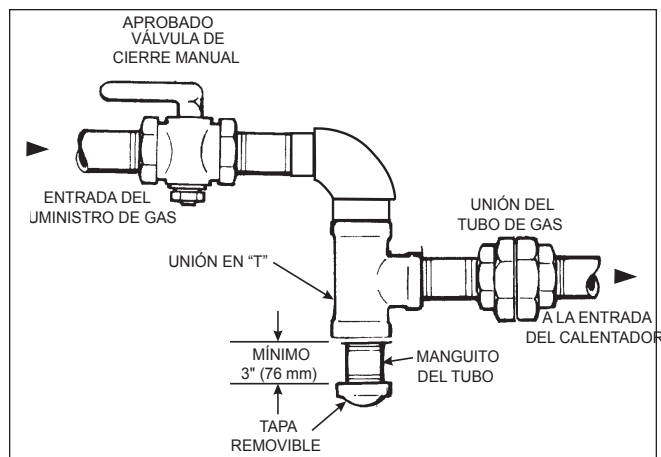

Figura 6. Diseño correcto del colector de sedimentos/pata de goteo
4. Instale la trampa de sedimento (tubo de purga) delante de los controles de gas (véase Figura 6). Coloque la trampa con un perno de rosca que pueda ser removido para su limpieza.